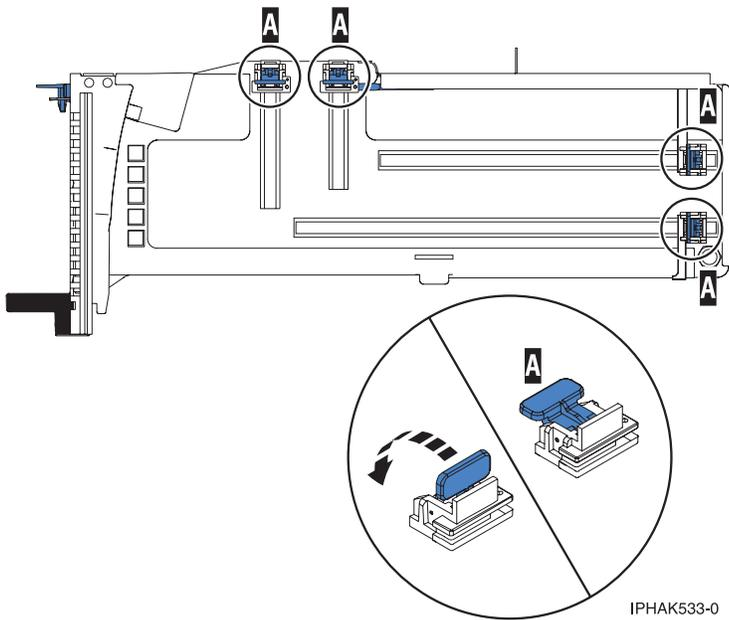

Figura 29. Retentores do adaptador
- b. Assegure-se de que todos os retentores do adaptador (A) tenham sido empurrados para as bordas do cassete para permitir a colocação do adaptador. Consulte Figura 29 na página 38.